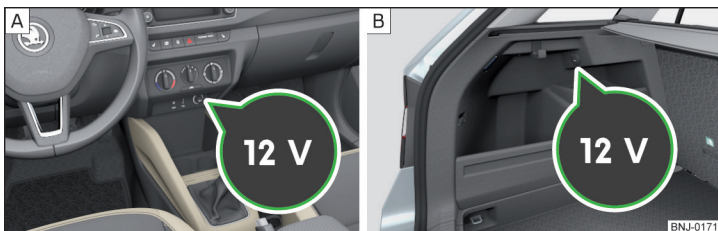

Fig. 77 Afdækning til 12-volts-stikdåse: I den midterste del af instrumentpanelet / I bagagerummet
Placering for 12-volts-stikdåser » Fig. 77
- Tag afdækningen til stikdåsen af » Fig. 77 – , eller åbn stikdåsens afdækning » Fig. 77 – .